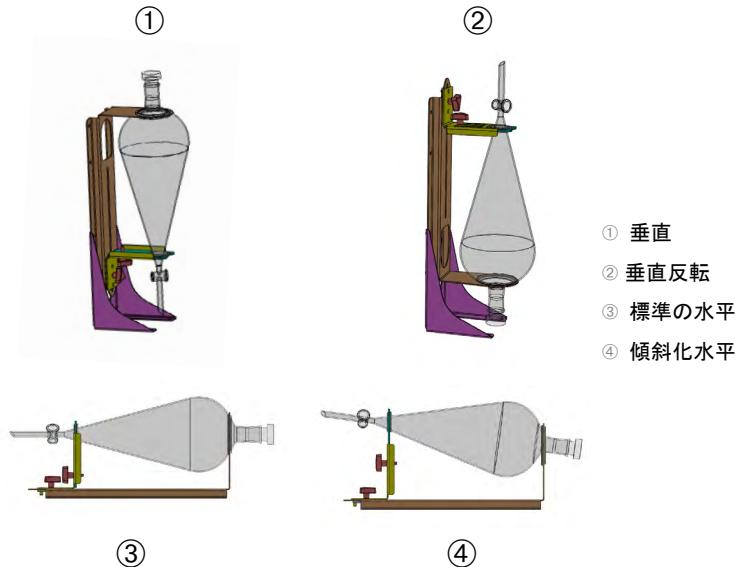

図 90: 分液ロートクランプの取付位置
図 90の水平位置③で高さを調整すると、④に示すように傾斜した向きにすることができます。さらに、分液ロートクランプを垂直スタンド（付属品として供給されている）と組み合わせると、①および②に示すように垂直に配置することができます。また、クランプは分液ロートの栓を①のように下に向けて取り付けるか、反転して②のように逆さまに配置することができます。
1. 図 90の①および②に示すように、分液ロートクランプを垂直の取付台の長い方の端に取り付けます。